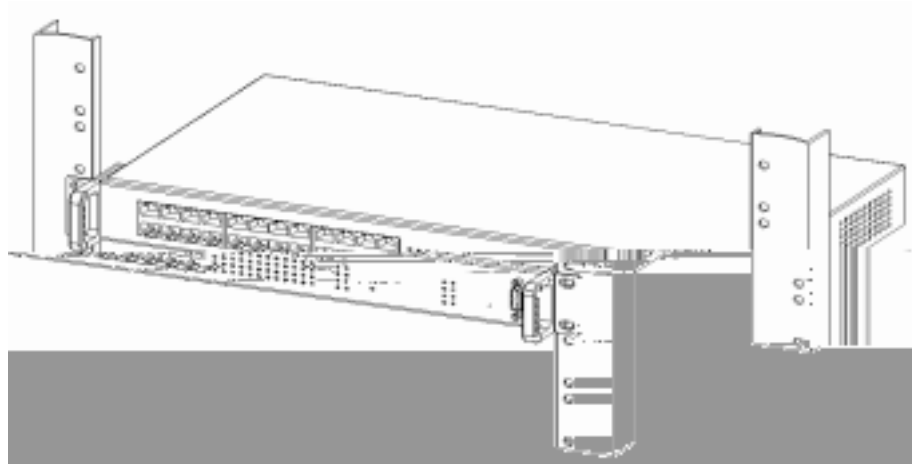

图 2-14 在 S2126G 交换机在机架上的安装
- 2) 将交换机固定在机架上, 如图 2-14 所示。上架螺钉由用户自己准备。